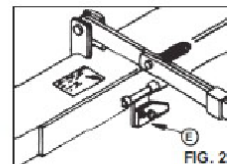

FIG. 2
- 3) RUOTARE IL FERMO VERSO IL BASSO PRIMA DI INIZIARE QUALSIASI TIPO DI OPERAZIONE (FIG. 2).
- 3) GIREN LA PLACA DE BLOQUEO HACIA ABAJO ANTES DE EMPEZAR CUALQUIER OPERACIÓN (FIG. 2).
- 3) TURN RELEASE SUPPORT DOWNWARDS BEFORE STARTING ANY OPERATIONS (FIG. 2).
- 3) FAIRE TOURNER L'ARRETOIR VERS LE BAS AVANT DE COMMENCER TOUT TYPE D'OPERATION (FIG. 2).